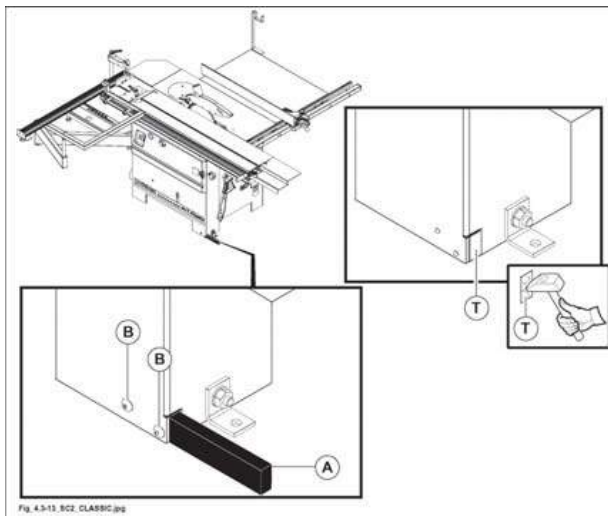

Fig. 4.3-13. SC2 CLASSIC.jpg
- Aprire la foratura già predisposta (T fig. 4.3-13), come indicato in figura.
- 1) Montare il piede (A fig. 4.3-13) mediante le viti (B fig. 4.3-13).